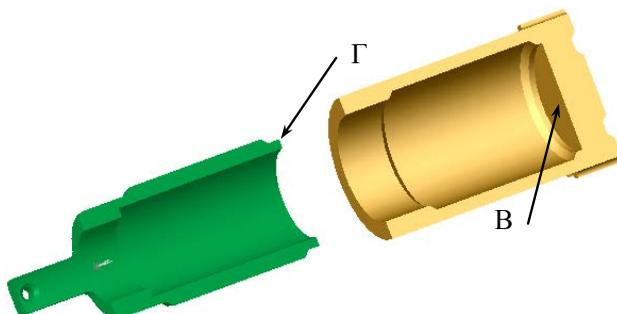

Рис. 7.3
9. Для полного соединения моделей необходимо задать еще одно сопряжение. Для этого необходимо выбрать торцевую поверхность **В** детали Lab\_02 и внутреннюю поверхность **Г** детали Lab\_03 (рис. 7.3). Задать сопряжение – совпадение.